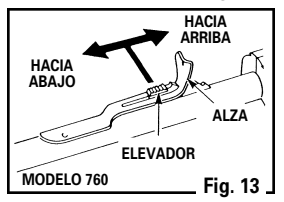

Fig. 13
- Modelo 760:** El alza puede ajustarse para disparar más arriba o más abajo (elevación). Mueva el elevador del alza hacia atrás para hacer que el perdigón o la posta pegue más arriba en el blanco. Mueva el elevador del alza hacia adelante para hacer que el perdigón o la posta pegue más abajo en el blanco. Cuando mueva el elevador, levante ligeramente el alza y reposiciónela en la ranura deseada del elevador (Fig. 13).